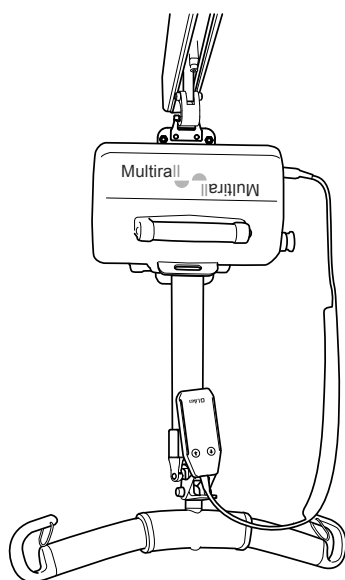

fig. 1
- montert med løftebåndet under løfteenheten (fig. 1) eller